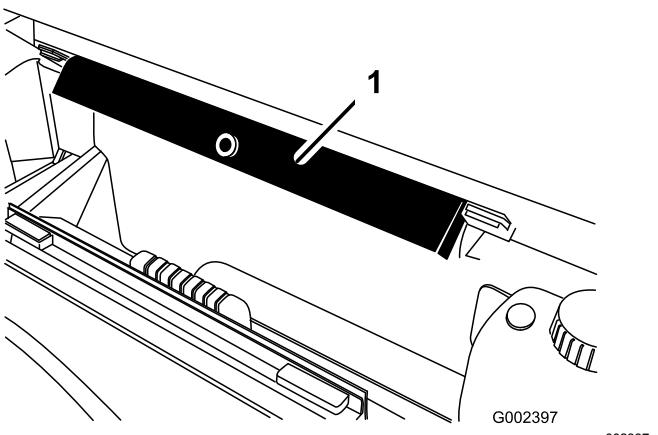

**Bild 33**
- Drücken Sie die Seiten der Batterieabdeckung zusammen, fluchten Sie die Nasen der Abdeckung mit den Schlitten im Batterieunterteil aus, und lassen Sie die Batterieabdeckung los (**Bild 33**).